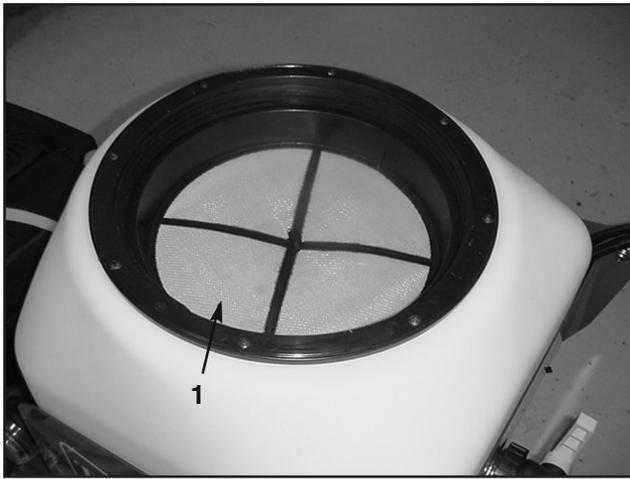

図28
1. ペイント・タンクのストレーナ (図28) を外して水洗いする。